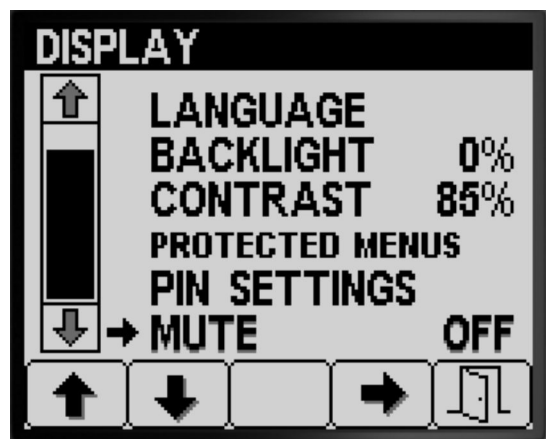

図 31
2. ボタン 4 を押して音声を ON または OFF に設定する  図 31。